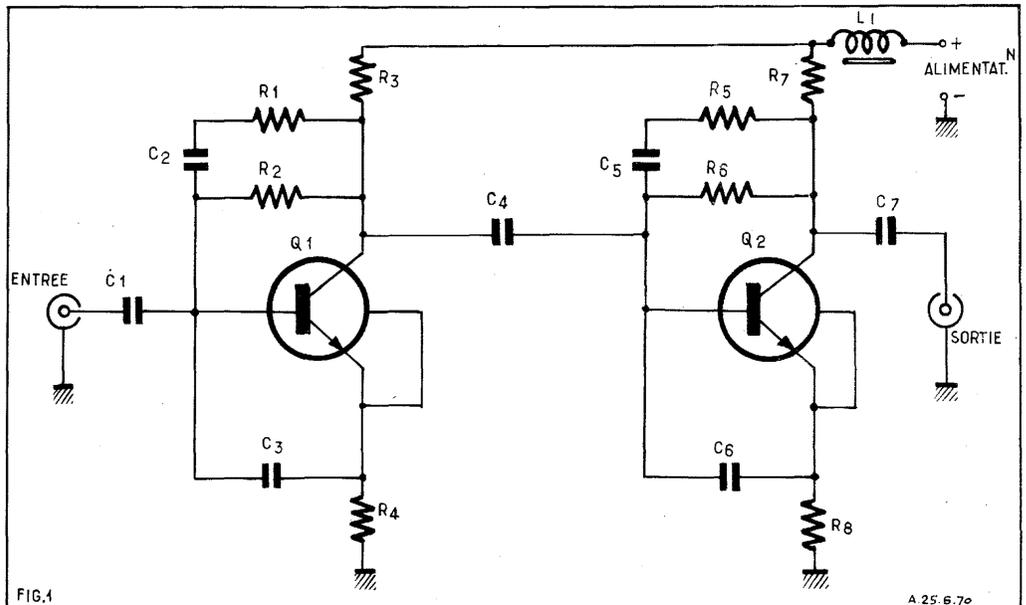

FIG.1
Un préamplificateur pour TV amplifiant entre 40 MHz et 860 MHz, c'est-à-dire sur les canaux TV des bandes I, III, IV et V et sur la bande II (FM) est réalisable selon le schéma de la figure 1.
Les deux étages (fig. 1) sont à peu près identiques. Les deux transistors BF357 sont de types spéciaux pour UHF, très efficaces même à plus de 900 MHz. Ils sont montés en émetteur commun.